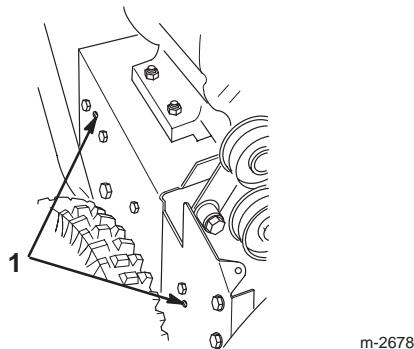

**Figure 33**
**17.** Vérifiez que le patin de frein est monté correctement sur le bras de frein. Positionnez le pan coupé du patin de la manière indiquée dans la Figure 33.
13. Vérifiez que le patin de frein est monté correctement sur le bras de frein. Positionnez le pan coupé du patin de la manière indiquée dans la Figure 33.